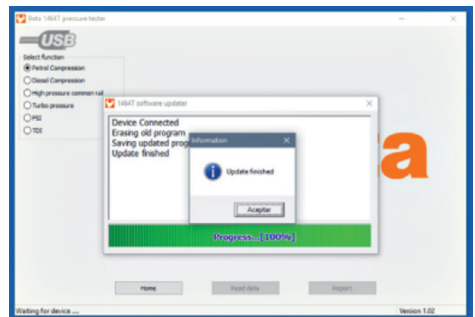

Fig. 7
- Espere que se complete el proceso de actualización; en el PC aparecerá el mensaje "Actualización finalizada" (vea fig. 7).